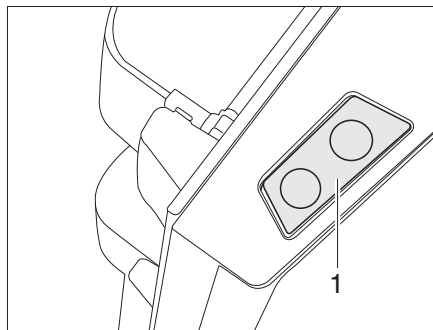

Fig. 273 Touche de déverrouillage de la porte du réfrigérateur (Dometic Série 8)
- Appuyer sur la touche de déverrouillage (Fig. 273,1) et ouvrir le réfrigérateur.